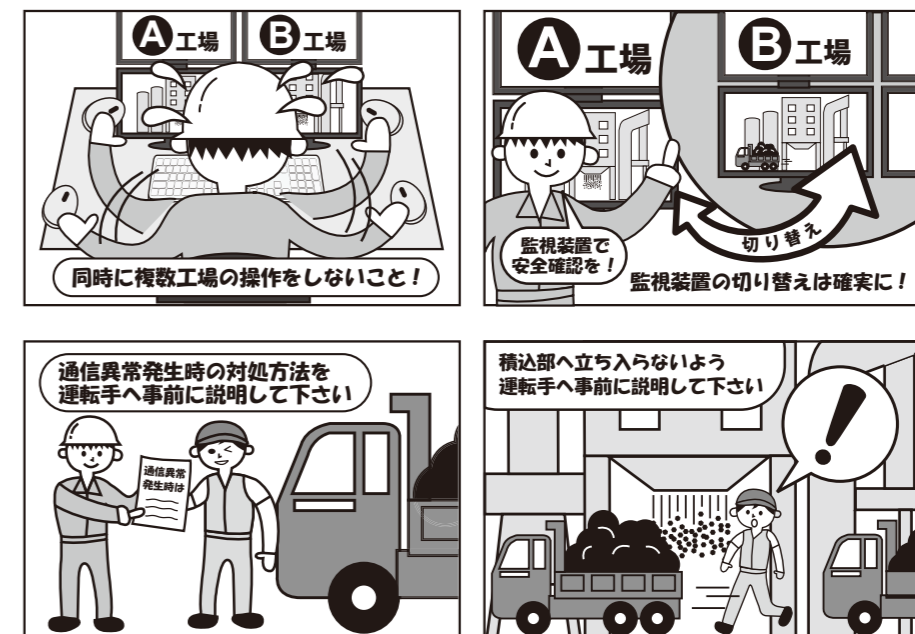

図3 安全ガイドブックの挿絵
- を注意喚起として日工安全ガイドブックに記載した(図3)。